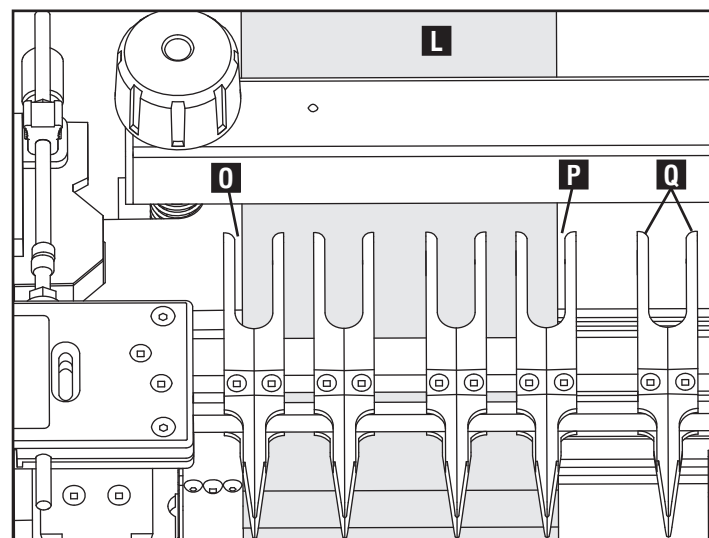

Fig. E5
5. Monte la plantilla en las varillas con la etiqueta "espigas B" (amarilla) (M) mirando hacia el lado izquierdo.
6. Deslice la pieza vertical de descarte (N) contra la plantilla nivelada con la guía izquierda.
7. Mueva la tabla con espiga (pieza horizontal) (L) hacia adelante contra el material de descarte vertical (N) para la posición y luego deslice la pieza vertical hacia abajo. Asegúrese de que la tabla con espiga esté al ras de la guía de borde (J).
NOTA: Se recomienda un espacio de 3,2 mm (1/8") entre la tabla con espiga horizontal (L) y los encastres como se muestra en (O) y (P) Fig. E5. De esta manera podrá mantener el espacio adecuado en las esquinas.